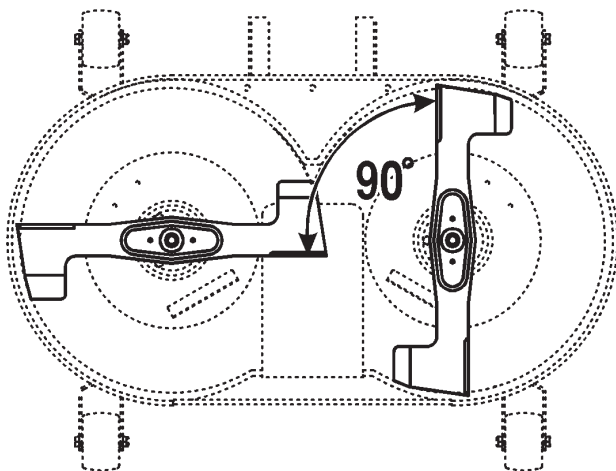

Figure 35
2. Placez les lames à 90 degrés l'une de l'autre (Fig. 35).